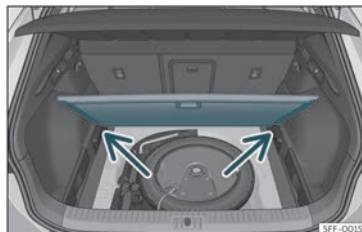

Fig. 110 Piano variabile del bagagliaio: posizione inclinata.
• Appoggiare il piano sugli appositi alloggiamenti»» **fig. 110** (freccie).